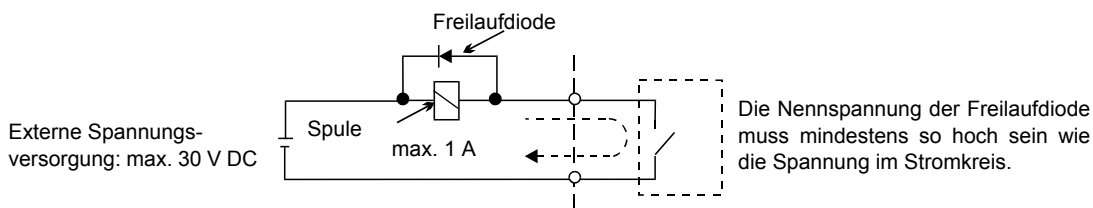

Abb. 2 18 Parallelschaltung der Freilaufdiode
- *3. Bei Ansteuerung einer induktiven Last (z. B. DC-Relaispule) muss stets eine Freilaufdiode geschaltet werden (siehe Abb. 2 18).